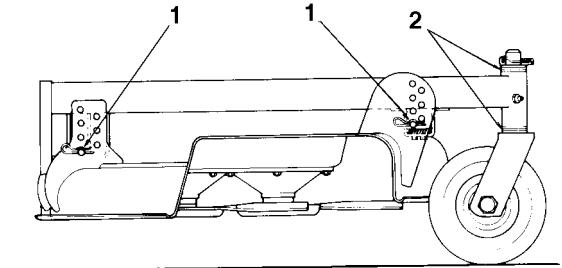

Fig. 17
- A. Sulle unità di taglio che di solito vengono utilizzate con altezze di taglio 25 ÷ 50 mm occorre alzare il lato inferiore. Togliere l'acciarino che fissa la ruota orientabile sul lato inferiore (Fig. 17) e togliere il gruppo ruota girevole.
- C. Se l'unità di taglio viene utilizzata ad altezze di taglio 5 ÷ 10 cm, abbassare il lato alto. Togliere l'acciarino della ruota orientabile dal lato alto, e togliere il gruppo ruota (Fig. 17).